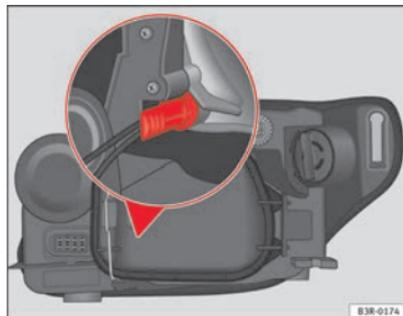

Fig. 199 Luci di posizione Impugnatura del portalampada nella posizione verticale
- Inserire la lampadina nello zoccolo, in maniera tale che l'impugnatura del portalampada si trova in posizione verticale rispetto alla parete ⇒ fig. 199 e faccia pressione.